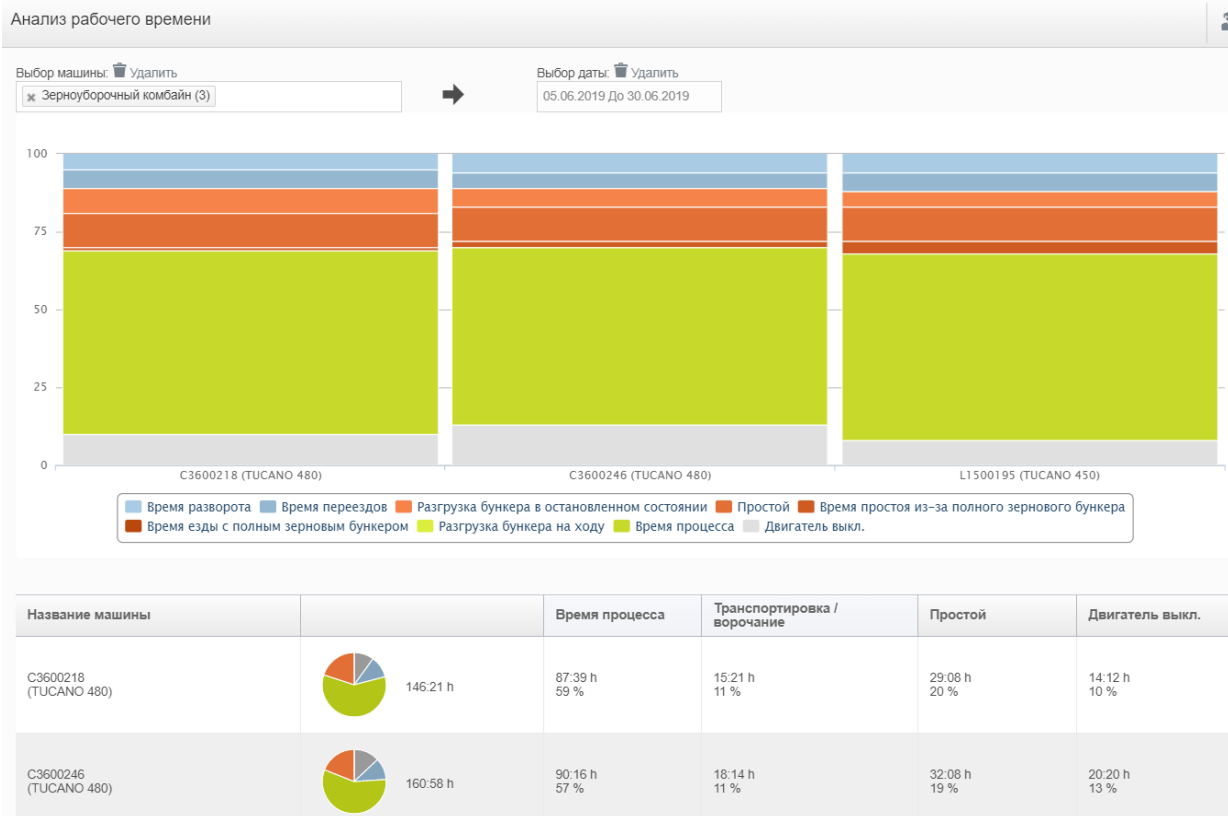

Рисунок 5.24 – Анализ рабочего времени
13. Далее выберите вкладку **Анализ рабочего времени**, указав **Выбор машины: Зерноуборочные комбайны (3)**, **Выбор даты: 05.06.2019 До 30.06.019** (рисунок 5.24).